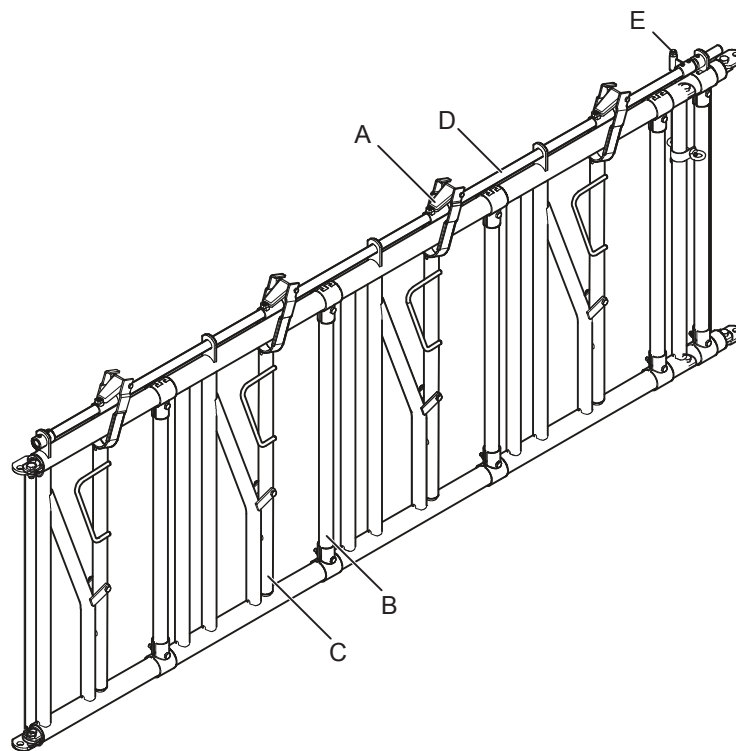

Fig. 11
- En standardversjon, der plastdelene (A), det justerbare røret (B), det dreibare røret (C), kontrollrøret (D) og kontrollenheten (E) må monteres på gården, og der kontrollrøret (D) og kontrollenheten (E) må bestilles separat (se Fig. 11).
- En montert versjon der alle delene, inkludert kontrollrøret (D) og kontrollenheten (E), monteres på fabrikken (se Fig. 11).